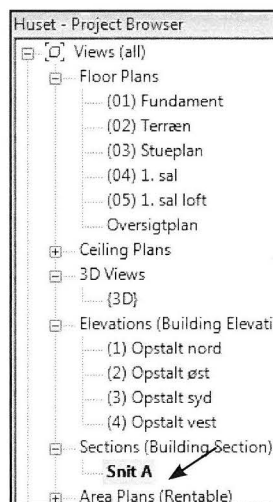
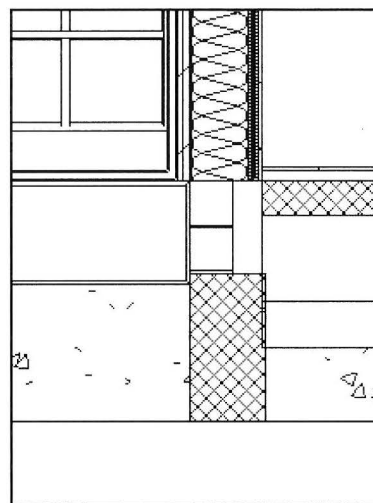

Fig. 14.46. Gå til *Snit A* i *Project Browseren*.
Fig. 14.47. Se resultatet
- Skift *View* til *Snit A* i *Project Browseren* (Fig. 14.46) og se resultatet (Fig. 14.47).